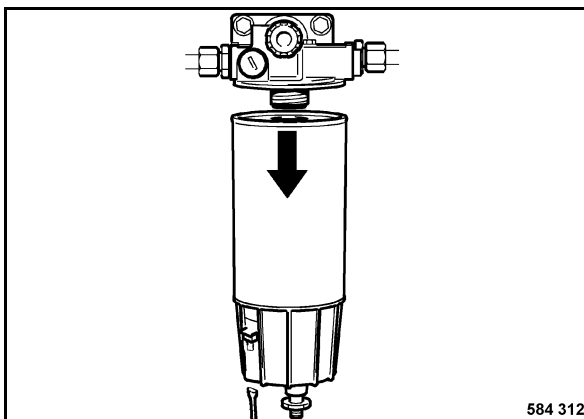

Fig. 130
- Retirar el cable y desenroscar el cartucho filtrante de combustible (Fig. 130) con una llave de cinta apropiada.